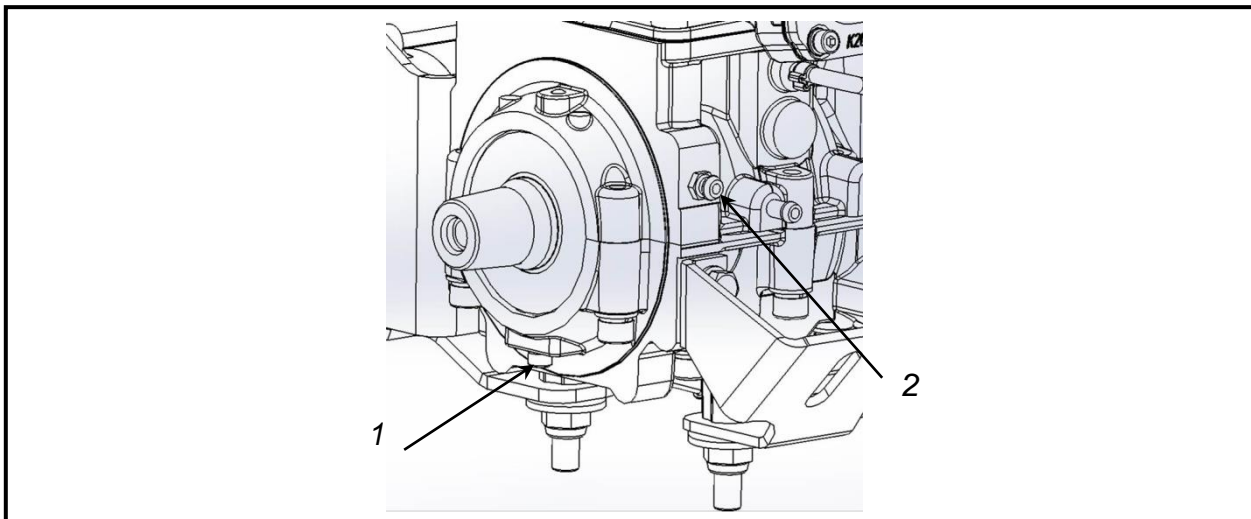

Рисунок 30 – Смазка подшипника двигателя РМЗ-551
- выверните винт 1 (рисунок 30);